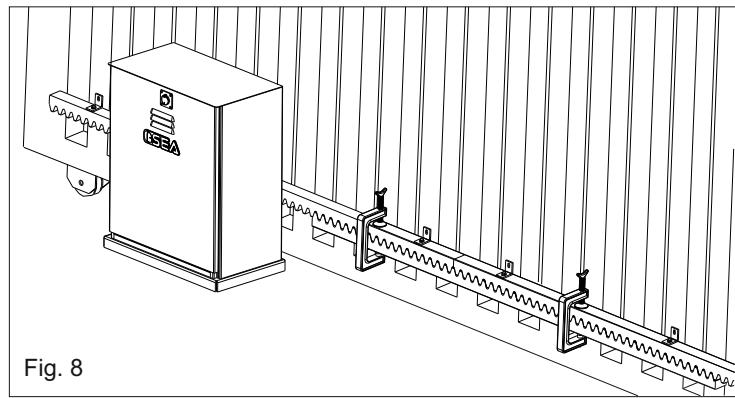

Fig. 8
5.4. controlar que todos los elementos de la cremallera resulten perfectamente alineados y posicionados correctamente (dentaduras en fase). Se aconseja de contraponer a dos elementos sucesivos un tercer elemento como indicado en la Fig. 8;